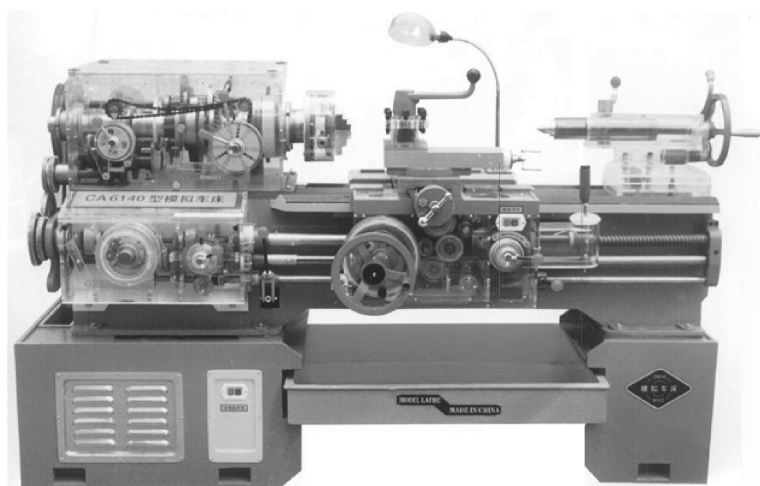
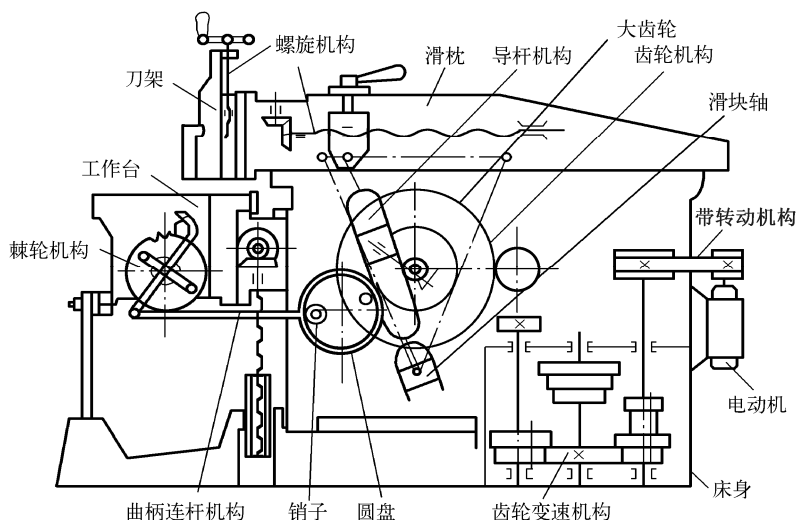

图 0-1 车床
图 0-2 牛头刨床的传动系统图
什么是机器？车床（图 0-1）是机器吗？车床用哪些材料做成？车床的基本功能是什么？
人们常见的汽车、拖拉机、电动机、洗衣机、缝纫机、电风扇、摩托车、机床等都是机器。一台完整的机器,通常是由动力装置、传动装置、执行装置和操纵、控制及辅助装置组成的。下面以如图 0-1 所示的车床和如图 0-2 所示的牛头刨床为例说明。
动力装置又称为原动机,它是机器动力的来源。常用的原动机有电动机、内燃机、燃气轮机、液压马达、气动马达等。现代机器大多采用电动机,而内燃机主要用于运输机械、工程机械和农业机械。如图 0-1 所示的车床和图 0-2 所示的牛头刨床的动力装置均是电动机。
传动装置是将动力装置的运动和动力传递给执行装置的中间环节。机器中的传动形式有机械传动、液压传动、气压传动和电力传动等。其中,机械传动应用得最多。如图 0-1 所示的车床和图 0-2 所示的牛头刨床的传动装置有带传动机构、齿轮机构等。
① 改变运动速度,即减速、增速或变速;
② 转换运动形式,即转动与往复直线运动(或摆动)可以相互转化。例如图 0-2 所示的牛头刨床中,电动机经带传动、齿轮变速机构、齿轮机构、导杆机构,将电动机的转动变换成导杆绕滑块轴的摆动;导杆顶端用销轴与滑枕相连,将导杆的摆动变换成滑枕的往复移动,刨刀固定在滑枕的前端,从而实现刨削功能。
(3) 执行装置
执行装置是直接完成机器预定功能的工作部分,处于整个传动部分的终端,随机器的不同而不同。例如汽车的车轮、船舶的螺旋桨、带式输送机的输送带等。图 0-1 中车床的主轴、刀架和图 0-2 中牛头刨床的工作台、刀架与滑枕都是执行装置。
机构也是一种人为的实物组合体,能实现预期的运动和动力的传递。如图 0-1 所示的车床和如图 0-2 所示的牛头刨床中均有由大、小带轮和机架组成的带传动机构;由大齿轮、小齿轮或多个双联齿轮及机架组成的齿轮传动和齿轮变速机构。在牛头刨床中还有由大齿轮、滑块、导杆和机架构成的导杆机构;由棘轮、棘爪与机架组成的棘轮机构;由螺杆、螺母和机架组合而成的螺旋机构;由圆盘、销子、连杆、棘爪与机架组成的曲柄连杆机构等。可见,机构的作用是传递力、运动或转换运动的形式。它具有机器的前两个特征:①由多个人为实物体组成;②各运动单元之间具有确定的相对运动。由此可见,机器是由机构组成的,机器能实现能量转换,而机构却不能,但从运动观点来看,机器与机构并无差别,故工程上统称为“机械”。大多数机器都是由若干基本机构组成的。
例 0-1 如图 0-1 所示车床中，床身选用灰铸铁（HT200）；齿轮、轴选用 45 钢或 40Cr 钢；皮带轮选用灰铸铁（HT200）；弹簧选用 65Mn 钢；车刀选用高速钢、硬质合金；轴承选用 GCr15 钢；油封选用橡胶；平键选用 45 钢；三角带选用橡胶含夹层；花键轴选用 45 钢；轴、孔用弹性挡圈选用 65Mn 钢；油标选用塑料制品；控制手柄选用 Q235 钢；丝杠、光杠选用 45 钢。